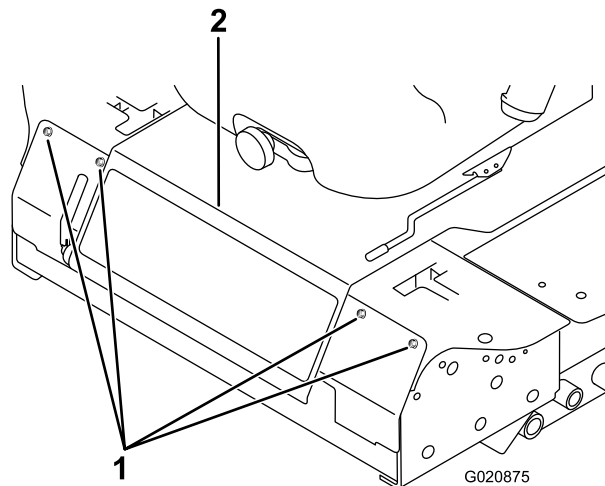

図 80
2. 前パネルを止めているボルトを外して前パネルを外す(図 80)。